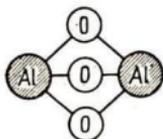

Abb. 486. Al_2O_3
2. Das Oxyd. Erhitzt man Aluminiumpulver an der Luft, so entsteht ein flaumiges weißes Pulver, die Tonerde Al_2O_3 (Abb. 486).